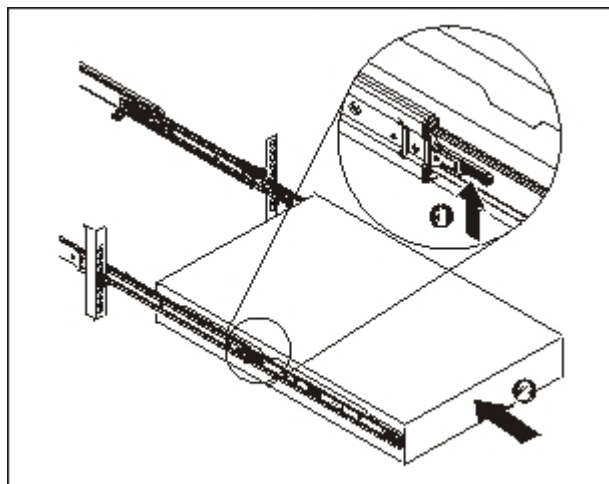

Figure 14. Faire coulisser le dispositif dans l'armoire
6. Faites glisser le dispositif dans l'armoire, comme illustré dans la figure 14, à la page 23.